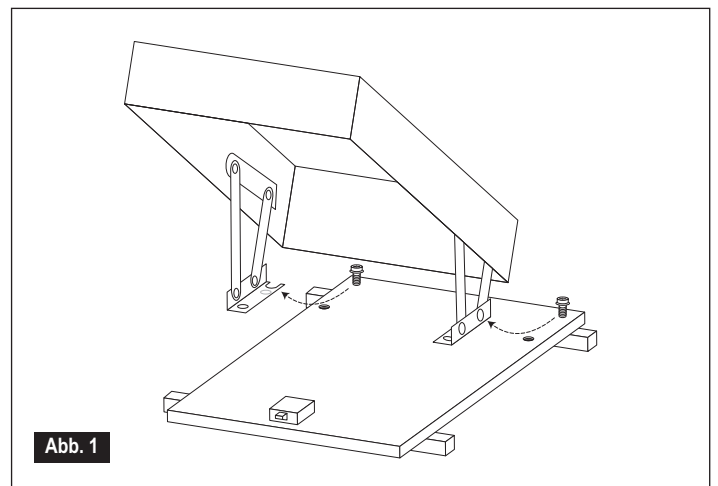

Abb. 1
- Entnehmen Sie jetzt den Lukenkasten vom Lukendeckel wie folgt: Öffne der Kasten (während die Holzteile noch unter dem Deckel liegen) und schiebe die Scharniere unter die Schrauben weg (Abb.1).